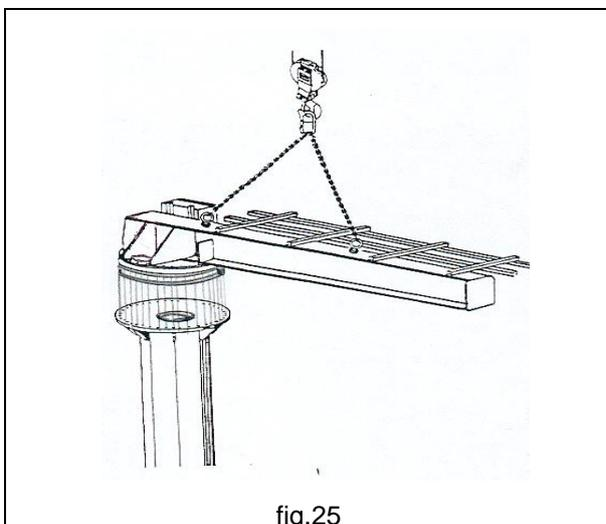

fig.25
5. Poser la couronne sur la bride de couplage se trouvant à l'extrémité de la colonne, en faisant correspondre les trous entre la bride et la couronne. (fig.25)